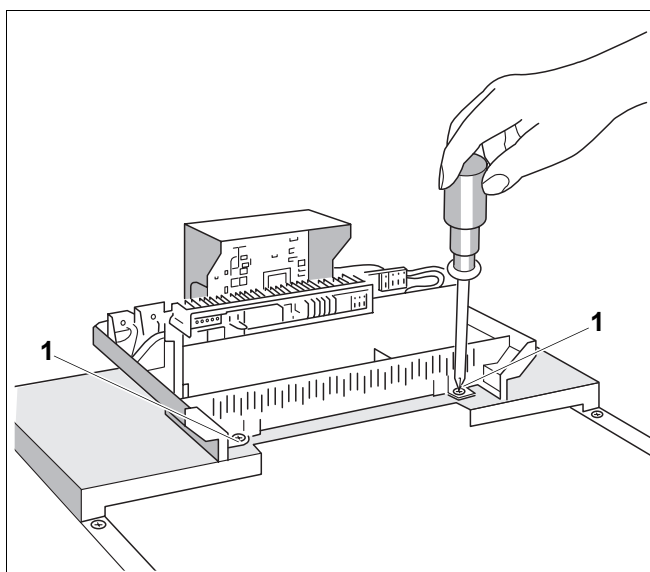

Fig. 11 Înșurubați sistemul de reglare Logamatic 2000
- Prindeți sistemul de reglare la dreapta și la stînga cu două șuruburi (Fig. 11, **Poz. 1**) pe capacul din fața al cazanului (Fig. 11).